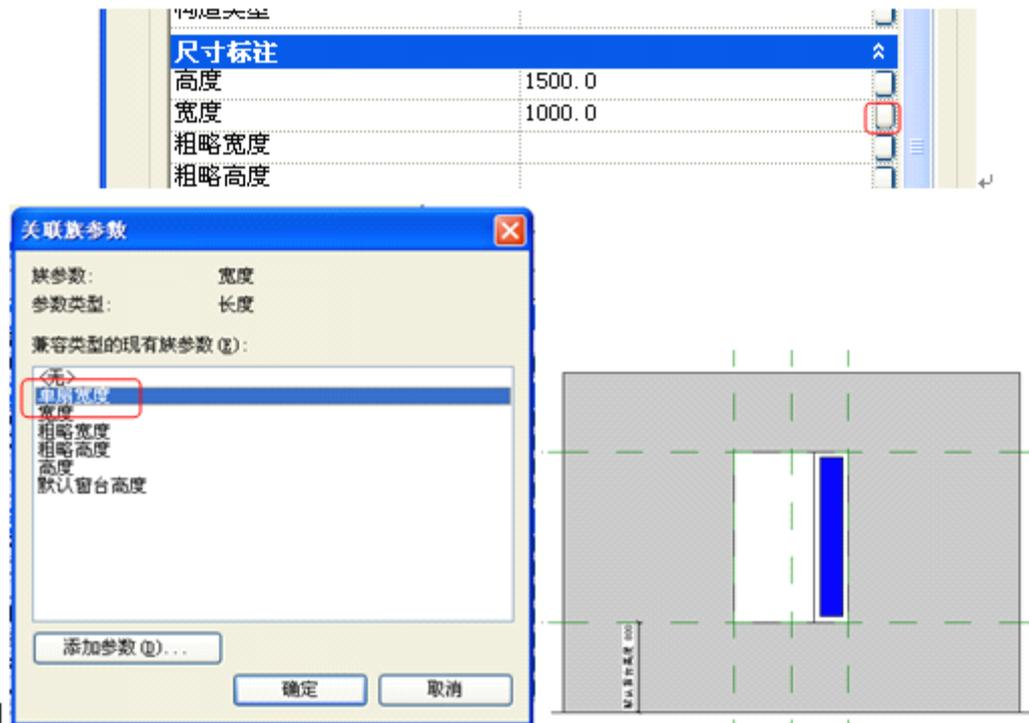

图 19.12-9
- 选择单扇窗族文件，打开其类型属性对话框，单击窗宽度参数行最后的矩形按钮，在弹出的“关联族参数”对话框中选择“单扇宽度”参数，并确定（如图 19.12-9 所示）。